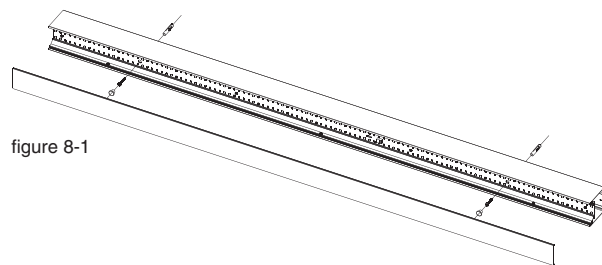

figure 8-1
- Faites glisser les supports de suspension pour permettre aux câbles en acier de pendre à la verticale, comme il se faut. Fixez à nouveau les embouts à l'aide d'un tournevis, comme indiqué à la **Figure 8-1**. Enlever le film protecteur avant utilisation.
- a. Déballez tout d'abord le luminaire et retirez les capuchons et le diffuseur. **Fig 8-1.**